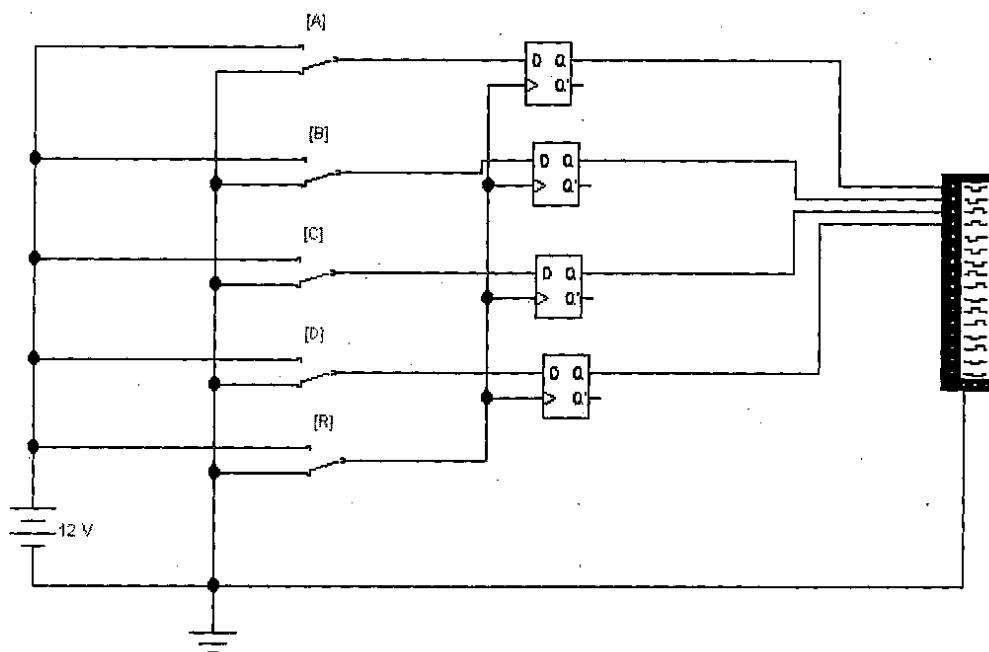

Рис.1.3. Структурная схема параллельного регистра.
1. Построить структурную схему параллельного регистра, приведенного на рис.1.3